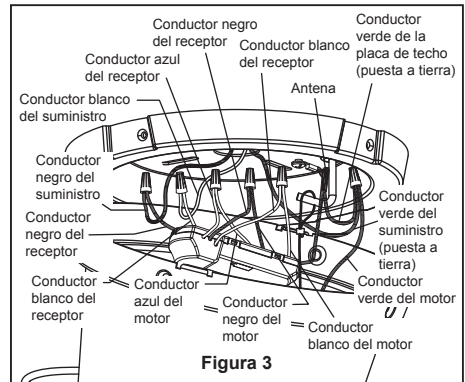

Figura 3
### Uso del soporte (Figura 3)
1. Ajuste bien la caja de conexiones del techo apta para soporte de ventilador en la estructura armada. La caja de conexiones no se suministra con el ventilador. (Figura 3)
2. Conecte los conductores verdes de la unidad de soporte del ventilador, unidad del motor y conductor verde del suministro (puesta a tierra) con el conector de cables. Conecte el conductor negro de la unidad receptora marcado "AC IN L" al conductor negro de alimentación con el conector de cables. Conecte el conductor blanco de la unidad receptora marcado "AC IN N" al conductor blanco de alimentación con el conector de cables. Conecte el conductor negro de la unidad receptora marcado "TO MOTOR L" al conductor negro del ventilador con el conector de cables que se adjunta con la unidad receptora. Conecte el conductor azul de la unidad receptora al conductor azul de la iluminación del ventilador con el conector de cables que se adjunta con la unidad receptora. (Figura 3)
3. Luego de empalmar los cables y realizar la conexión, sepárelos y dóblelos hacia arriba con el conductor con conexión a tierra y el unidad del techo a tierra del equipo debe ir en un lado de la caja de distribución eléctrica y el unidad del techo a tierra debe ir del otro lado. (Figura 3)
3. Extraiga uno de los tres tornillos de ensamble del kit de iluminación y guarde los tornillos para pasos posteriores. Afloje levemente los otros dos tornillos. (Figura 3)
3. Para que el ventilador sea funcional, instale las pila (incluidas) de 23A/12V en el transmisor del mando a distancia. Mientras el ventilador esté apagado. A continuación, siga el proceso de fijación remota de código. Si no se utiliza el ventilador durante un largo periodo de tiempo, extraiga la batería para evitar cualquier daño al transmisor. Almacene el mando a distancia en un lugar alejado del calor o la humedad excesiva. (Figura 3)